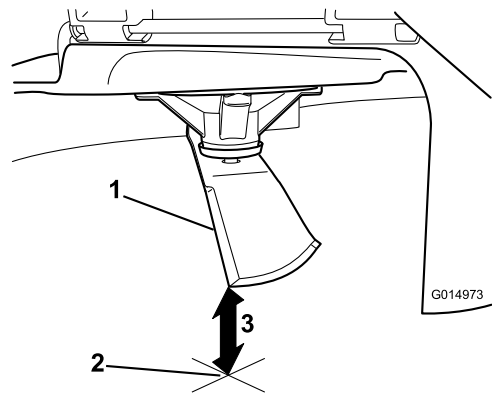

Bild 67
- Messen Sie von der Messerspitze bis zu ebenen Fläche (Bild 67).